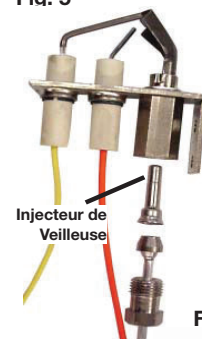

Fig. 6
- 10. Enlevez les 2 vis du support de veilleuse. À l'aide d'une clé, retirez le tube de la veilleuse de l'assemblage de la veilleuse. Remplacez l'injecteur existant par celui fourni. Réassemblez en procédant dans le sens inverse (**Fig. 6**).